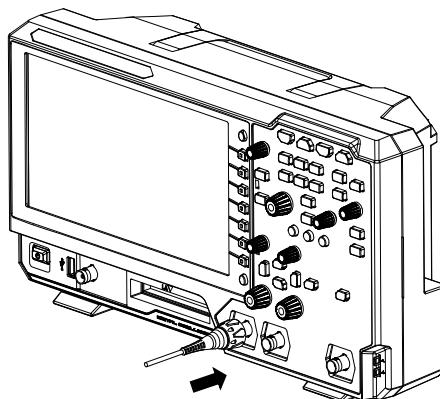

图 1-5 连接无源探头
1. 将探头的 BNC 端连接至示波器前面板的模拟通道输入端, 如图 1-5 所示。